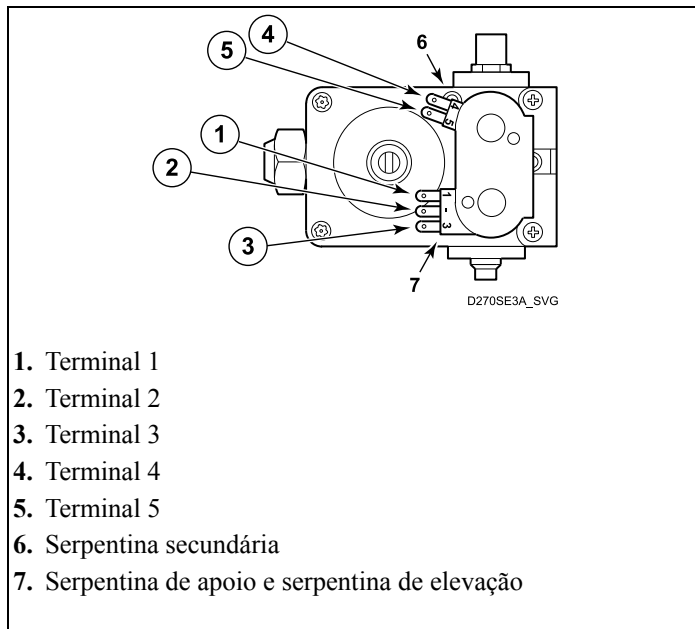

Figura 14
- Remova o bloco de desconexão do chicote de fiação da válvula da serpentina de apoio e da serpentina de elevação. Consulte a *Figura 14*.
5. Configure o medidor de teste para ler ohms e coloque as sondas do medidor nos terminais mostrados na *Figura 14* e na tabela a seguir.